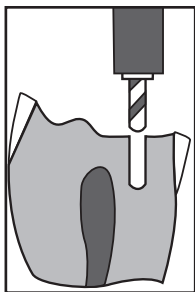

Figure 4
5. Während sich der Bohrer noch dreht, diesen aus dem Kanal entfernen (**Abb. 4**). Mit Luft-/Wasserspray den Bohrer und den Kanal von Dentinspänen reinigen.